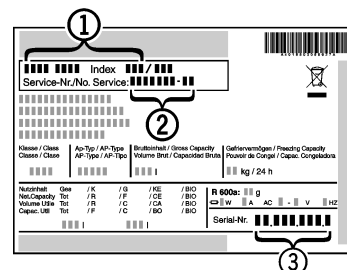

Fig. 5
- Gerätebezeichnung Fig. 5 (1), Service-Nr. Fig. 5 (2) und Serial-Nr. Fig. 5 (3) vom Typenschild ablesen. Das Typenschild befindet sich an der linken Geräteinnenseite.
- Den Kundendienst benachrichtigen und den Fehler, Gerätebezeichnung Fig. 5 (1), Service-Nr. Fig. 5 (2) und Serial-Nr. Fig. 5 (3) mitteilen.